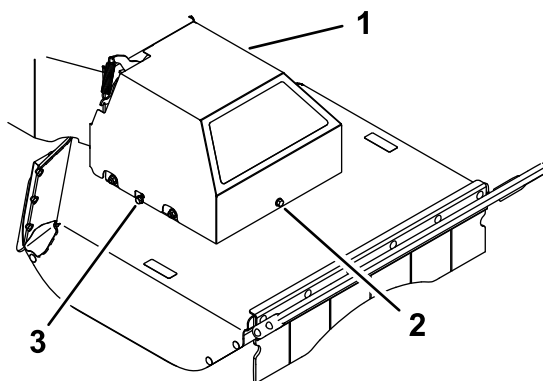

Figura 31
5. Allentate i bulloni laterali di sinistra e destra di qualche giro e allentate il bullone anteriore fino a quando il coperchio non è lento (Figura 31).
11. Abbassate il copricinghia sul piatto di taglio, allineando le scanalature nel coperchio con i bulloni laterali. Serrate il bullone anteriore, poi serrate entrambi i bulloni laterali (Figura 31).